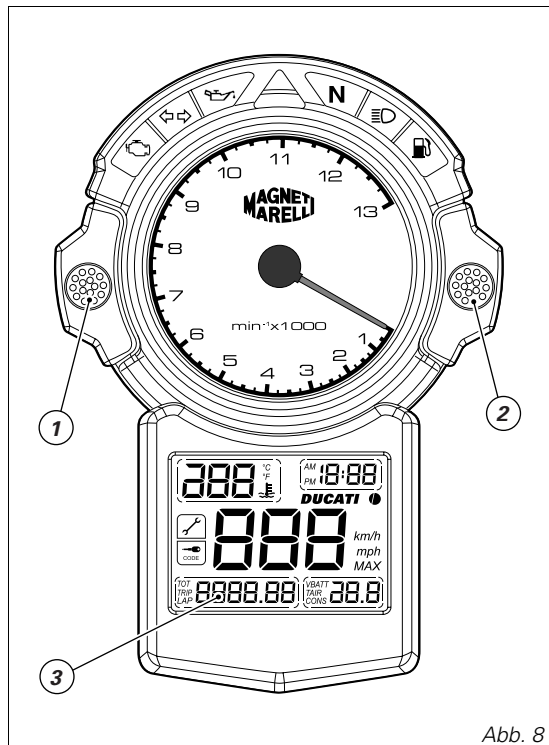

Abb. 8
Die Taste (1, Abb. 8) mindestens 2 Sekunden lang drücken.
Durch Drücken der Taste (2 Abb. 8) die Angabe AM/PM auswählen. Nochmals die Taste (1) drücken, um so die Anwahl zu bestätigen und zur Einstellung der Uhrzeit übergehen zu können.
Am Display (3, Abb. 8) die Anzeige TRIP auswählen.